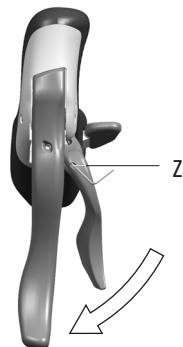
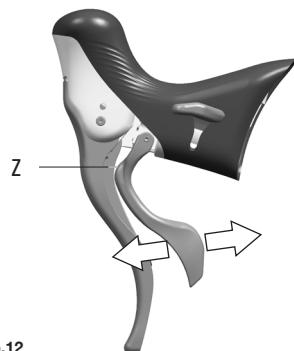

Abb.11
Abb.12
- Drehen Sie den Inbusschlüssel im Uhrzeigersinn (Abb. 11), wenn Sie den Hebel vom Bremshebel (Abb. 12) entfernen müssen, oder gegen den Uhrzeigersinn, wenn Sie den Hebel annähern müssen.